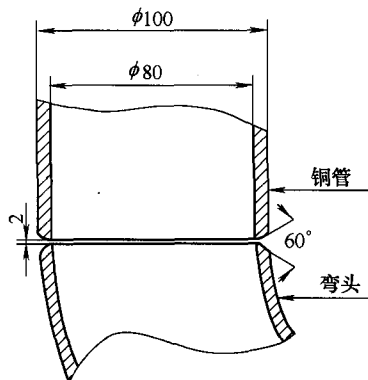

图3
(2) 焊接修补坡口的制定 水冷块焊接修复时, 坡口的制定是否合理直接影响焊接质量。坡口制定的原则是, 填充金属尽量少, 便于焊接操作, 保证焊接质量。水冷块漏水处修磨后的坡口, 如图3所示。
(5) 焊前准备 ①对水冷块打水压以确定漏水的位置, 按图3所示对漏水处修磨坡口根除原有的焊接缺陷, 并把坡口两侧表面打磨干净, 以免铜与其氧化物形成低熔点共晶体产生热裂纹及气孔。②用岩棉把水冷块包好, 只露出焊接修复处, 以免工件散热过快影响焊接效果。③焊接时坡口要处于